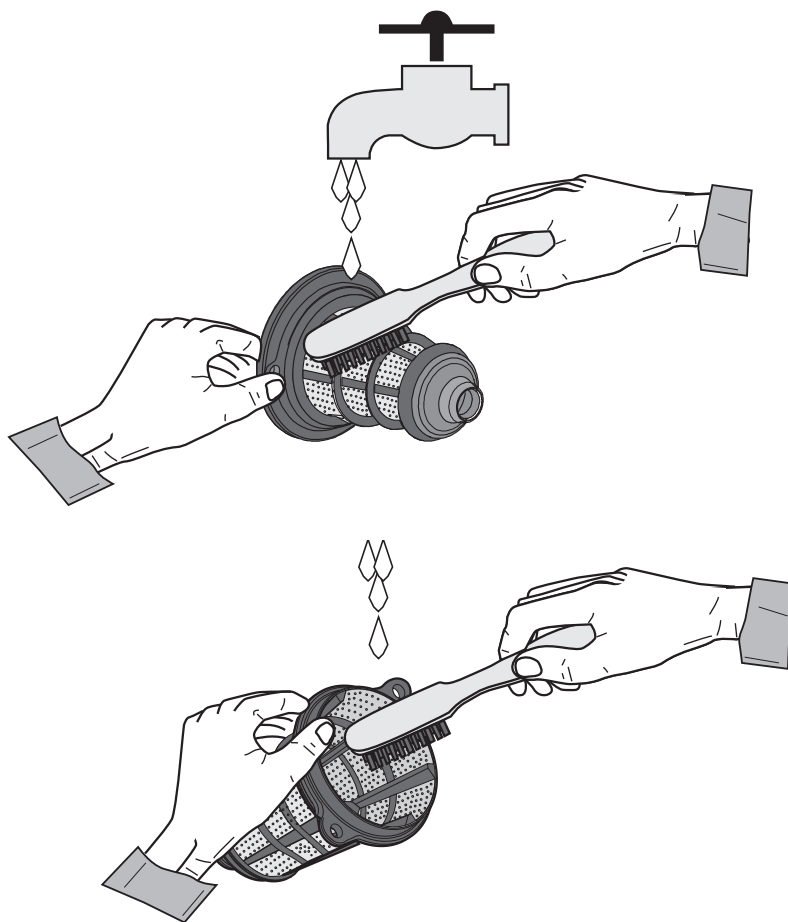

Fig. 5
- Utiliser une brosse (Fig. 5) pour nettoyer le tamis aussi bien à l'intérieur qu'à l'extérieur et la vis sans fin.